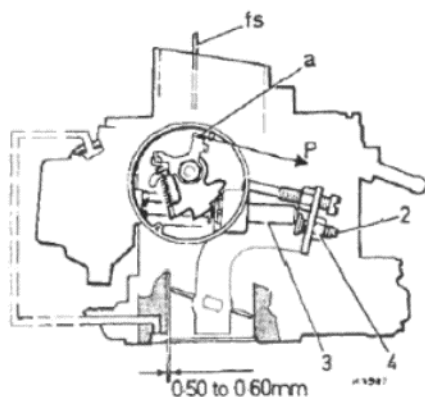

Рисунок 3.18. Установка пластин заслонки – карбюратор Weber 36 DCA (Раздел 13)
9. После того, как механизм начнет работать плавно, продвиньте вилочку в направлении стрелки (см. Рисунок 3.18), чтобы полностью открыть пластины дросселя и отодвиньте кулачок быстрых холостых оборотов от винта быстрых холостых оборотов. Расстояние между пластинами дросселя в этом положении должно составлять от 0.50 до 0.60 мм, причем расстояние это должно быть измерено между краем пластины дросселя и стенкой камеры дросселя. При необходимости ослабьте запирающую гайку и отрегулируйте стопорный шуруп, чтобы обеспечить правильное положение.